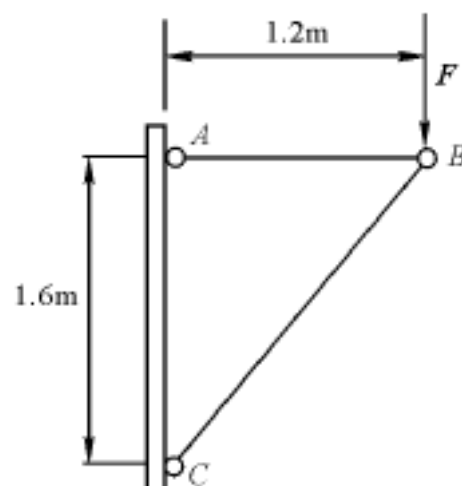

图 2.7
1. 如图 2.7 所示简单托架, AB 杆为钢杆, 横截面圆形, 直径 $d = 20 \text{ mm}$, BC 杆为 No 8 槽钢, 横截面面积为 10.24 cm^2 。材料的许用应力均为 $[\sigma] = 160 \text{ MPa}$, 外力 $F = 60 \text{ kN}$, 试校核托架的强度。